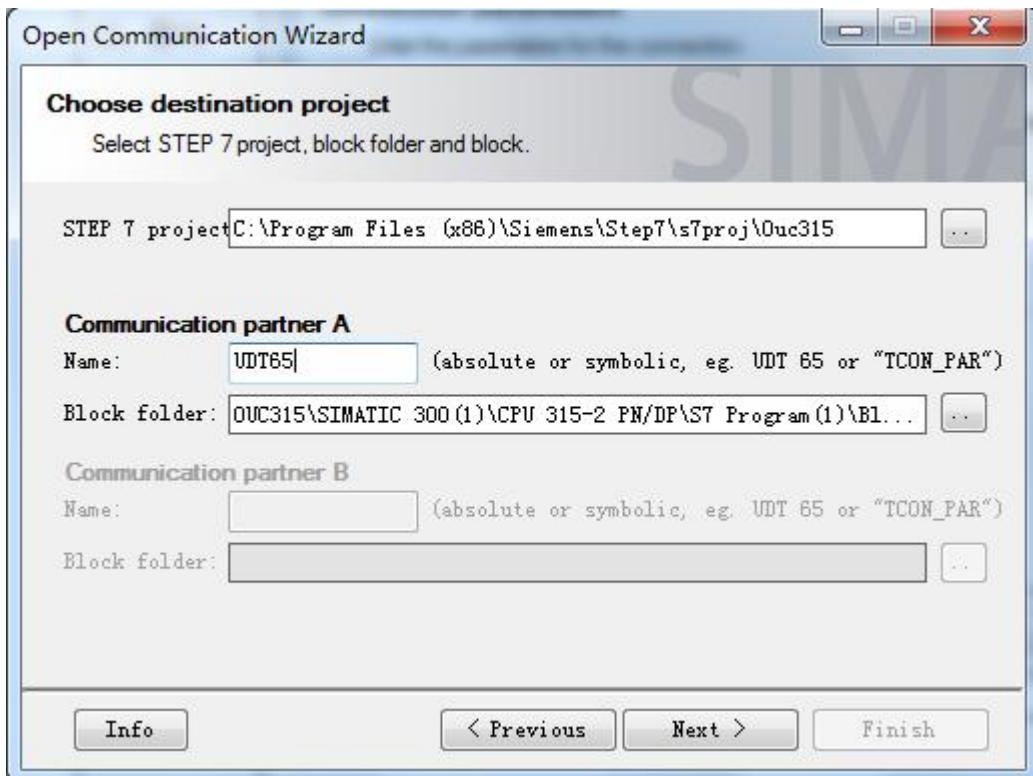

图 3-8 指定 UDT
3.8 指定 UDT65 作为存储连接参数的自定义结构名，如图 3-8 所示。